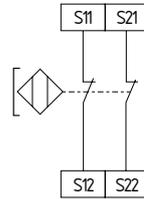

Fig. 5
- Fig. 5: fin de course à gauche, agissant partiellement sur le niveau de déclenchement 1 (sorties actives 13-14, 23-24)